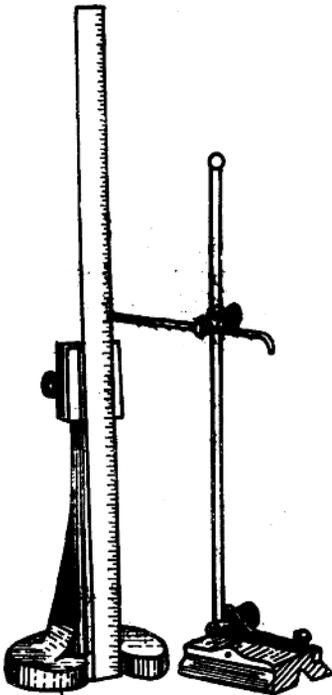

图1-12 垂直面上划平行线。
**划平行线** 与划直线方法一样, 平行线高度, 即划线针高度可用直尺取得(图1-12)。